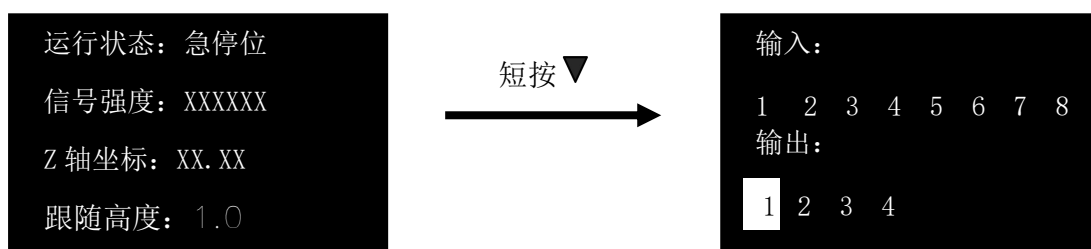

图 6-2
- 调高器通电后首先进入运行状态界面, 在该界面长按 ▲▼ 键为点动上/下运动; 短按 ▼ 进入输入/输出监控界面; 再次短按 ▲ 键退出监控界面, 如图6-2